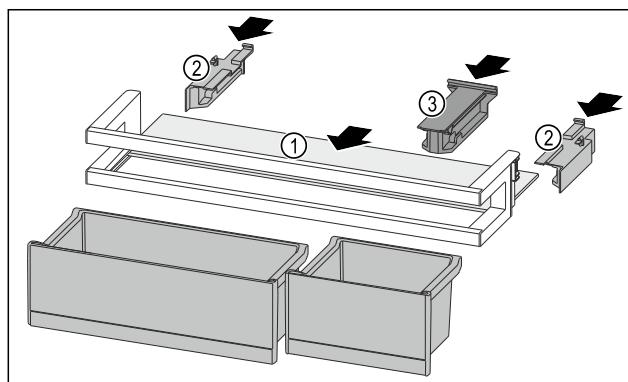

Fig. 118
- Вкарайте рафта Fig. 118 (1) в страничните прорези.
- Поставете страничните части Fig. 118 (2).
- Поставете задържащата част Fig. 118 (3).